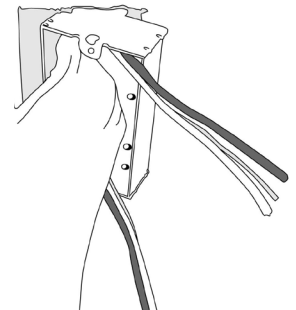

Figure 4
4. La boîte peut être extraite facilement sans endommager la cloison sèche (Figure 4).